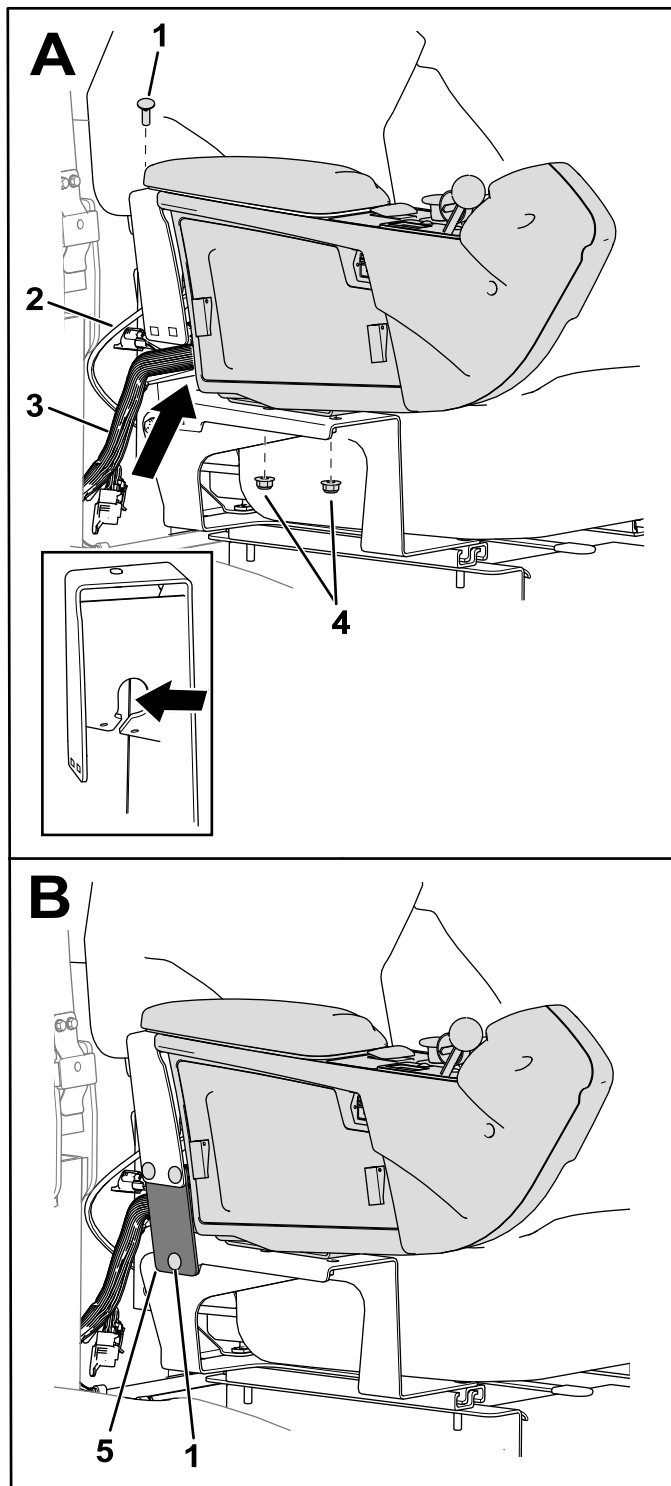

**Figura 3**
1. Utilizzate 4 dadi per fissare il sedile alla relativa base (Figura 3).